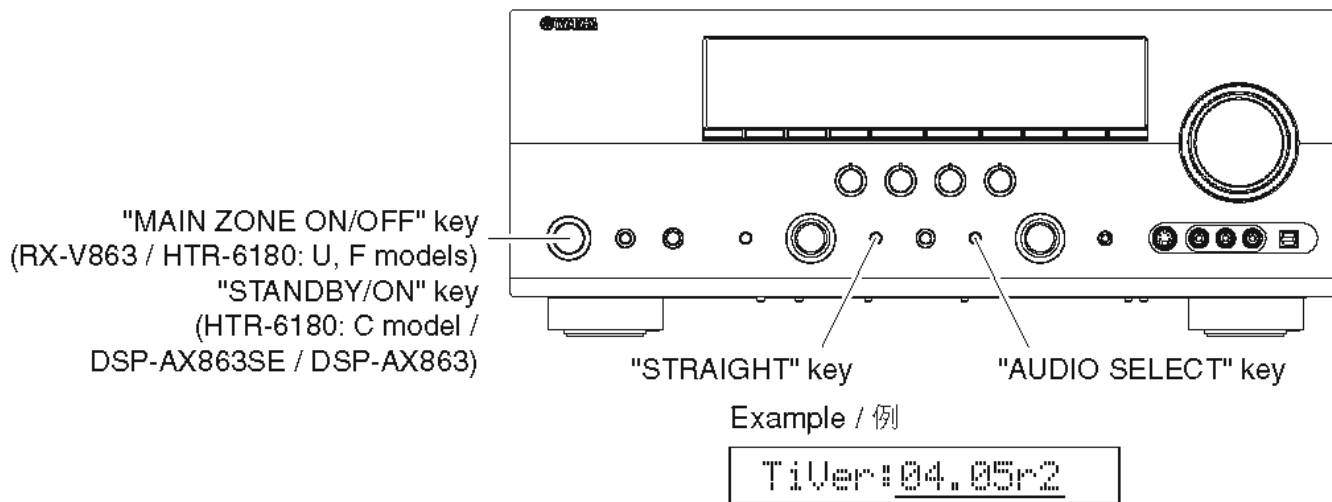

Fig. 8
2. Press the "MAIN ZONE ON/OFF" (RX-V863 / HTR-6180: U, F models) / "STANDBY/ON" (HTR-6180: C model / DSP-AX863SE) key while simultaneously pressing the "STRAIGHT" and "AUDIO SELECT" keys. (Fig. 8)
Confirm the displayed firmware version is the same as the written firmware version. (Fig. 8)
2. "STRAIGHT"キーと"AUDIO SELECT"キーを押しながら、"STANDBY/ON"キーを押し、ダイアグを起動します。(Fig. 8)
表示されたファームウェアのバージョンが書き込んだファームウェアのバージョンと同じであることを確認します。(Fig. 8)